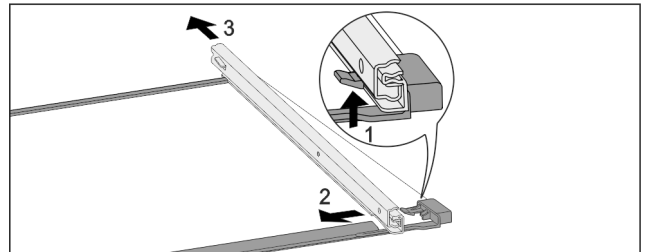

Fig. 244 Skleněná deska s kolejničkami
- ▶ Přední aretační háček zatlačte nahoru. Fig. 244 (1)
- ▶ Vysuvnou kolejničku vysuňte stranou Fig. 244 (2) a dozadu Fig. 244 (3).